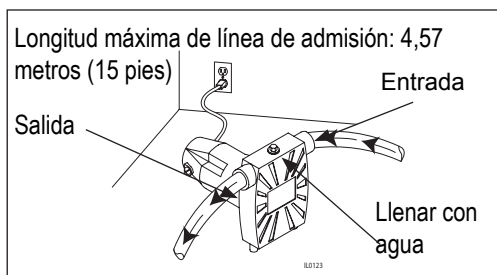

Figura 2
3. En la figura 2 se ilustra una instalación típica. Se proveen adaptadores roscados para conectar una manguera de jardín si las condiciones lo permiten. La bomba no debe estar en ningún caso a más de 4,5 m (15 pies) de altura o distancia de la fuente de entrada. Se recomienda el uso de una válvula de pie en la línea de admisión.